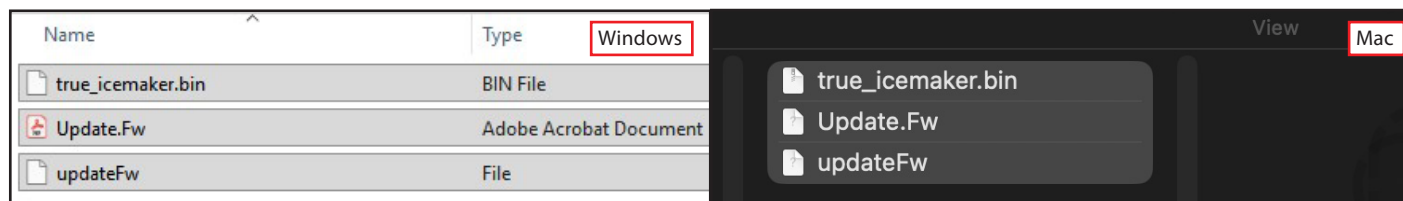

Fig. 8. Sélectionnez et copiez les fichiers du micrologiciel.
8. Sélectionnez et copiez les trois fichiers de micrologiciel. Voir Fig. 8.